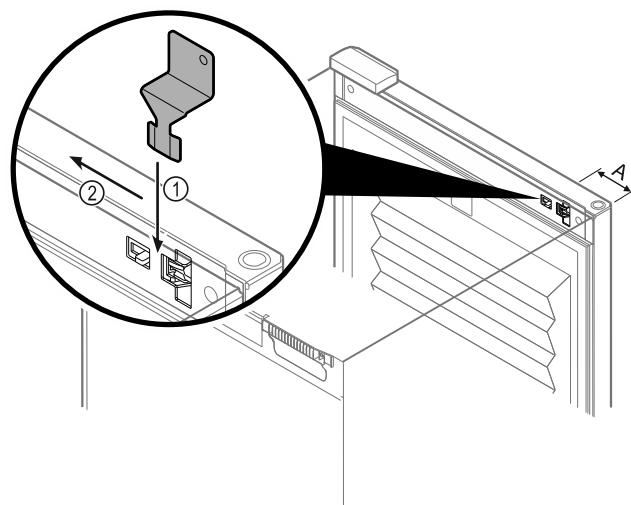

Fig. 218
- Umiestnite klúč na núdzové odomknutie na zadané miesto Fig. 218 (A) ≈ 100 mm.
- Zasúňte zhora klúč na núdzové odomknutie medzi dvere a teleso zariadenia až na doraz Fig. 218 (1).
- Vytiahnite klúč na núdzové odomknutie smerom k strane závesu Fig. 218 (2).